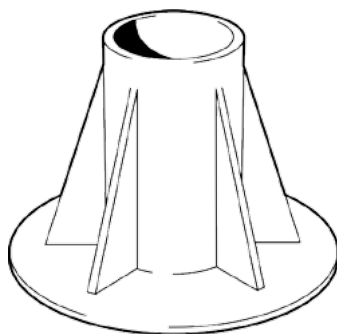

Figura 3: Suporte para armazenamento da bomba.
- Mantenha a bomba / motor em posição vertical através de um suporte adequado, checando sua estabilidade, a fim de evitar quedas (figura 3). Posicione o motor com o eixo voltado para cima.